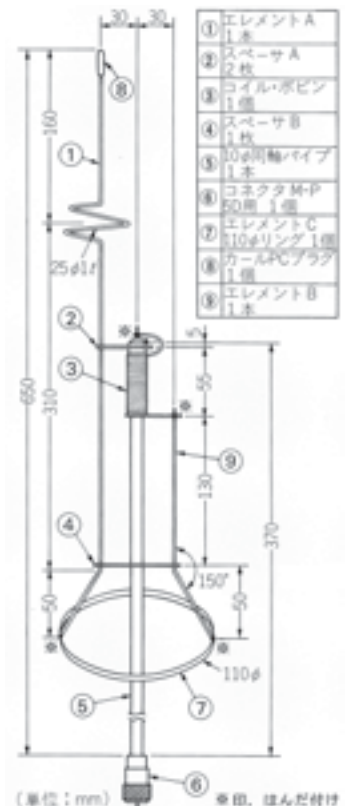

図4-3-1 各部の名称と構造
材料は簡単に入手できます。表4-3-1が使うパーツです。でき上がりは写真4-3-2となります。アンテナの構造と寸法は図4-3-1を参照してください。
① 各エレメントの加工は図4-3-1を参考に製作します。エレメントAの上部の25mm径1ターンの
- ④ 次に、③のコイル・ボビンをパイプに通し、②のスペーサAと④のスペーサBに①のエレメントAを通してから、②のスペーサAを固定します。
- ⑤ 次に図4-3-1の⑨のエレメントBを通して各エレメントを瞬間接着剤で固定します。⑦のエレメントCをはんだ付けし、コイル・ボビンの配線をします（※印ははんだ付け）。
- ⑥ 給電部、そのほかのエレメントの防水処理をします（瞬間接着剤の使用には十分注意する）。